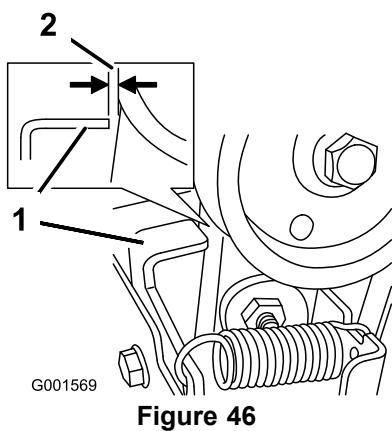

Figure 46
3. Lorsque le levier de commande de la vis sans fin/turbine est désengagé, vérifiez qu'un écart de 1,5 mm (1/16 po) existe entre l'embrayage de la vis sans fin et la patte, comme montré à la Figure 46.